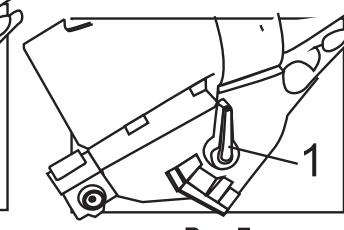

Рис.7
- Поверните ручку изменения режима вправо, чтобы включить режим пылесоса (рис.7)